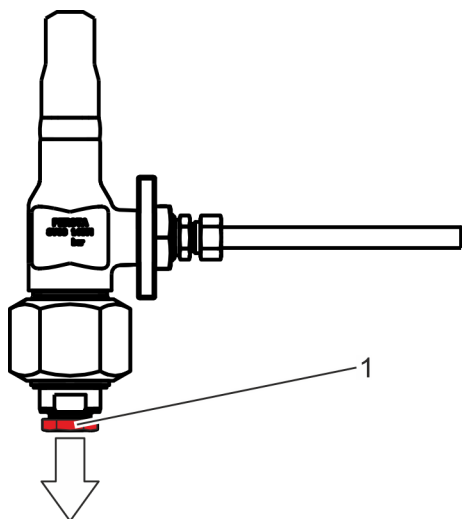

Fig. 15: Tubulure de purge
2. ➔ Monter les dispositifs de protection afin de recueillir et d'évacuer le fluide sortant de la tubulure de purge (Fig. 15/1).